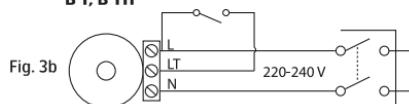

Fig. 4
5. Sähköasennuksen saa tehdä ainoastaan sähköasentaja, jolla on asianmukaiset asennusoikeudet. Kytkentä: Fig. 3a–3b. Huolehdi siitä, että kaapeliaukosta saadaan esiin noin 25 cm kaapelia, niin että sähköasennus voidaan tehdä myöhemmin. Kytkentäkohdat: Fig. 4. Verkkovirtaa varten on tehty reikä, joka on peitetty ohuella muovilla. Muovi puhkaistaan ennen asennusta.